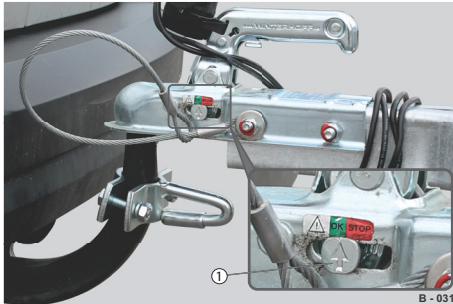

Abb. 7 Beispiel: Optische Anzeige an der Zugkugelpkupplung
- ▶ Nach dem Ankuppeln der Zugkugelpkupplung die optische Verschleiß- / Sicherheitsanzeige (Abb. 7/1) prüfen.
- Optische Verschleiß- / Sicherheitsanzeige prüfen - siehe Seite 50 / Abb. 7.